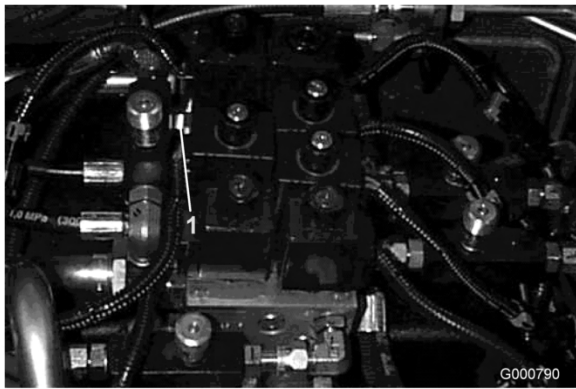
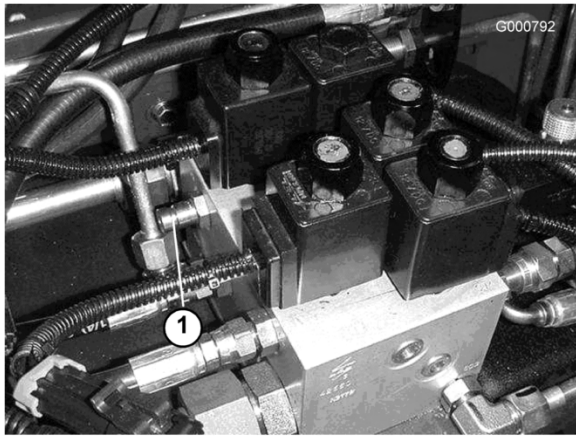

Figure 66
Figure 67
- La prise d'essai A (Figure 66 et Figure 67) est utilisée dans les contrôles de dépannage du circuit hydraulique des vérins de levage.